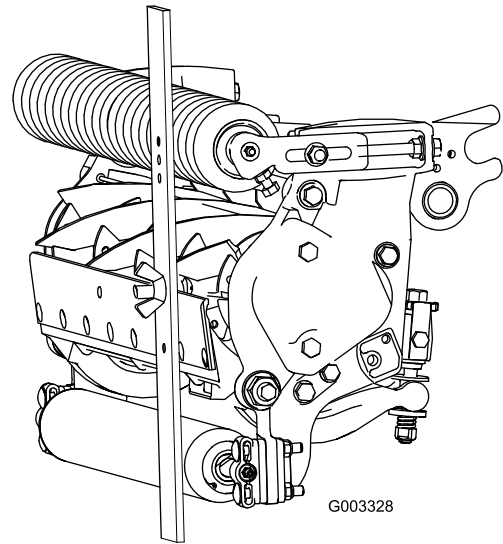

Figura 18
3. Enganche la cabeza del tornillo sobre el filo de la contracuchilla y apoye el extremo trasero de la barra de ajuste sobre el rodillo trasero (Figura 18).
4. Gire el tornillo de ajuste hasta que el rodillo delantero entre en contacto con la barra de ajuste (Figura 18). Ajuste ambos extremos del rodillo hasta que el rodillo esté paralelo a la contracuchilla en toda su longitud.